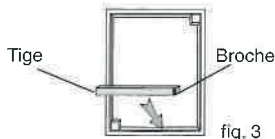

fig. 3
**ATTENTION :** La tige presse-touche à utiliser pour la programmation est insérée dans la partie inférieure du couvercle frontal. Après utilisation, repositionner la tige comme indiqué sur fig. 3.
Utiliser la tige prévue (fig.3) pour appuyer sur les touches